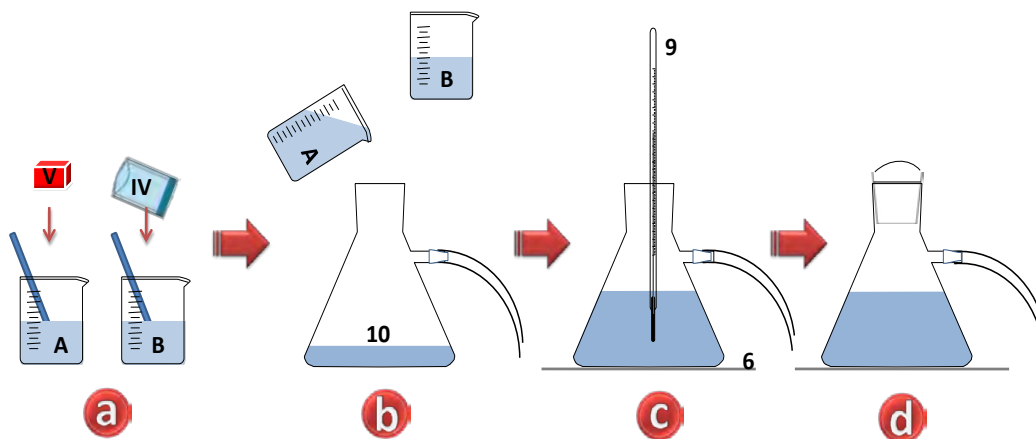

Abb. 3
B. Anleitung für den Aufbau des Reaktionsgefäßes für die Gärung (Abbildung 3)